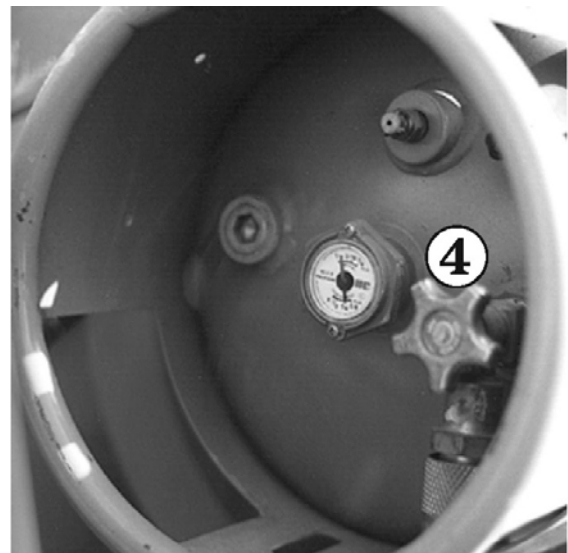

Fig. 11.18
Öppna ventilen ④, på toppen av gasolflaskan, helt (se Fig. 11.18) (skruva motsols så mycket det går).